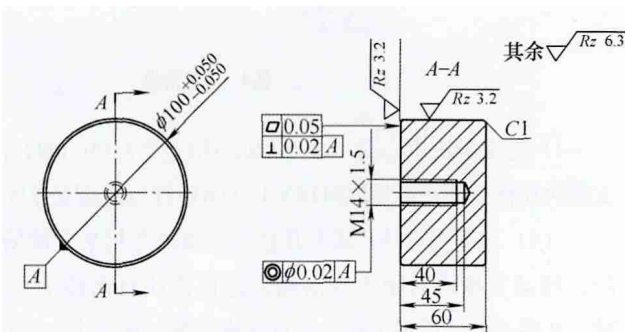

图3 定位柱结构示意图
(2) 定位柱 该压装夹具采用的是顶盖轴承孔围绕定位柱转动 360° 进行压装, 定位柱如图3所示, 其结构特点如下: